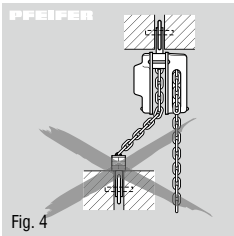

Fig. 4
- La traction oblique, à savoir la sollicitation latérale du carter ou de la moufle est interdite (Fig. 4).